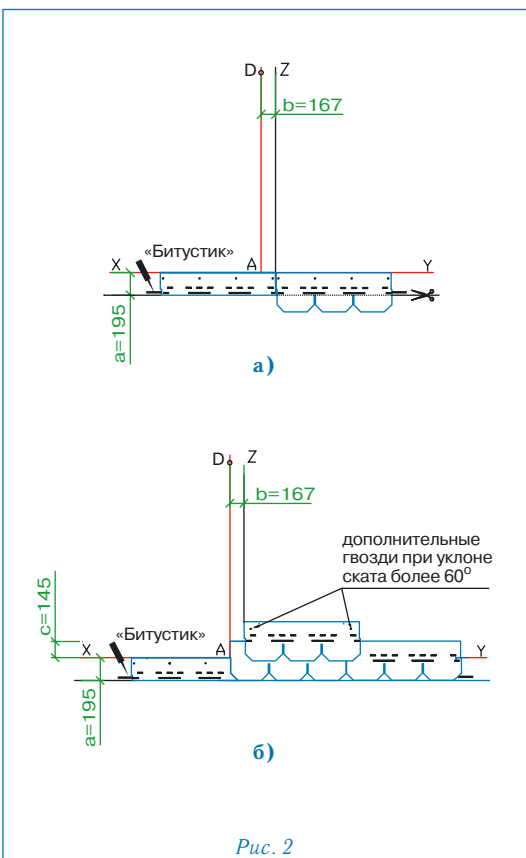

Рис. 2
Укладка материала (рис. 2)
- Начальный ряд формируется из листов черепицы ЛИБЕРТИ с обрезанными лепестками. Полученные таким образом полосы шириной 19,5 см укладываются по линии карниза в обе стороны от линии Z (рис. 2а) и фиксируются по нижнему краю битумной мастикой «Битустик», а по верхней кромке 4 гвоздями (ось гвоздей на 5 см ниже верхнего края полосы);
- далее первый ряд черепицы укладывается от линии AD (рис. 2б);
- второй ряд укладывается от линии Z (со смещением 16,7 см от AD) (рис. 2б);